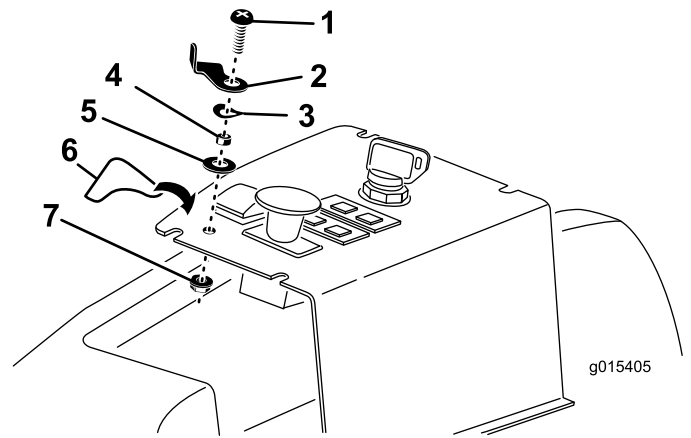

Figure 14
3. Insérez le levier de blocage du relevage, l'entretoise, la rondelle ondulée et la rondelle plate sur la vis à tête tronconique (1/4 x 1 po), dans la position indiquée à la Figure 14.
4. Insérez la vis du levier de blocage du relevage dans le trou du panneau de commande et fixez-la avec un contre-écrou. Positionnez le levier de blocage de relevage comme montré à la Figure 14.
5. Apposez l'autocollant du levier de blocage de relevage sur le panneau de commande, comme montré à la Figure 14.